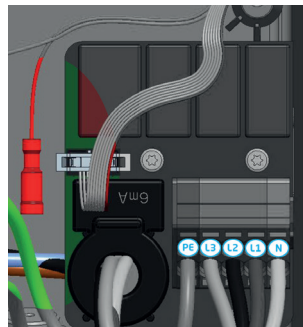

Abbildung 8: Anschlussklemmen für die Stromversorgung und den CP-Anschluss (Control Pilot) für das Ladekabel (rot) zur Pro-Line.
5. Befestigen Sie die Stromkabel an den Anschlussklemmen des Filterblocks (siehe auch Abbildung 8).
10. Stellen Sie mit dem roten Anschlusskabel eine Verbindung mit dem Control Pilot-Anschluss (CP) her. Diese befindet sich direkt neben der Anschlussklemme für die Stromkabel. Siehe Abbildung 8.